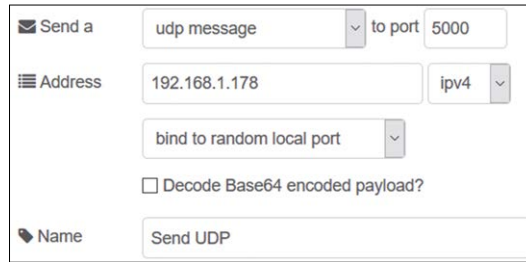

Figure 9.29 Configurer le nœud de sortie udp
- Créer un **udp out** nœud et le configurer comme indiqué sur la figure 9.29